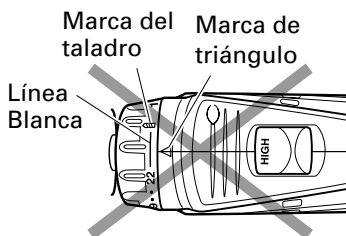

Fig. 10
- No utilice la unidad con el número de la tapa en "22" y la línea blanca en el medido de la marca de taladro. Si lo hiciese podrían producirse daños. (Consulte la Fig. 10)
(3) Ajuste del par de apriete (Consulte la Fig. 10)